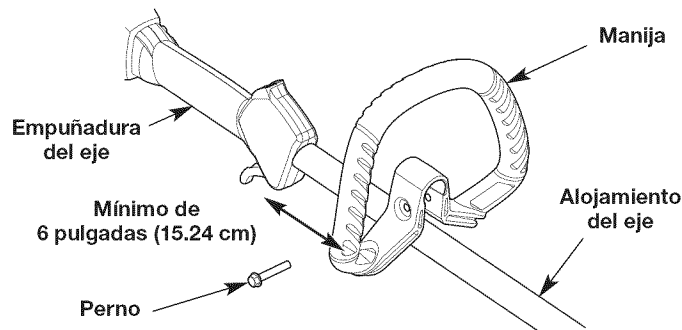

Fig. 2
1. Oprima la manija hacia abajo sobre el alojamiento del eje (Fig. 2). El orificio del perno de la manija debe quedar a la derecha.
2. Inserte el perno en el orificio del perno y oprímalo para que pase a través de él (Fig. 2). Apriete el perno con una llave tubular de 3/8" pero no apriete por completo.
3. Mientras sujeta la unidad en la posición de funcionamiento (Fig. 13), desplace la manija hasta la ubicación que le ofrece el mejor agarre. Ubíquela como mínimo a 6 pulgadas (15.24 cm) del extremo de la empuñadura del eje (Fig. 2).
1. Afloje el perno con una llave tubular de 3/8" (Fig. 2).
2. Mientras sujeta la unidad en la posición de funcionamiento (Fig. 13), desplace la manija hasta la ubicación que le ofrece el mejor agarre. Ubíquela como mínimo a 6 pulgadas (15.24 cm) del extremo de la empuñadura del eje (Fig. 2).